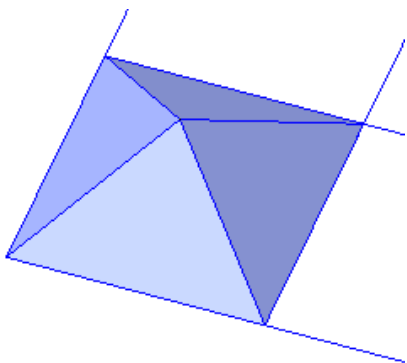

图 5-176 创建造型曲面
- 04** 创建 4 个小曲面（造型曲面），如图 5-176 所示。